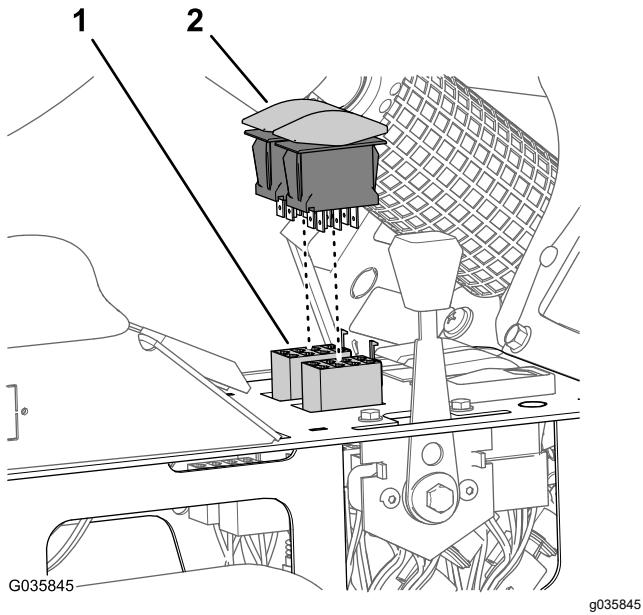

Bild 39
3. Schließen Sie die 8-Buchsen-Stecker des Maschinenkabelbaums von den Auslegerhubschaltern für den Steuerschaltkreis des rechten und linken Auslegerhubs ab (Bild 39).
4. Stecken Sie die Kippschalter in die 8-Buchsen-Stecker des Kabelbaums für das Finishingkit für den Ultra Sonic Boom (Bild 39).
5. Setzen Sie den Schalter für das Anheben der Ausleger in die Öffnungen in der mittleren Konsolenplatte ein, bis die Schalter einrasten (Bild 39).